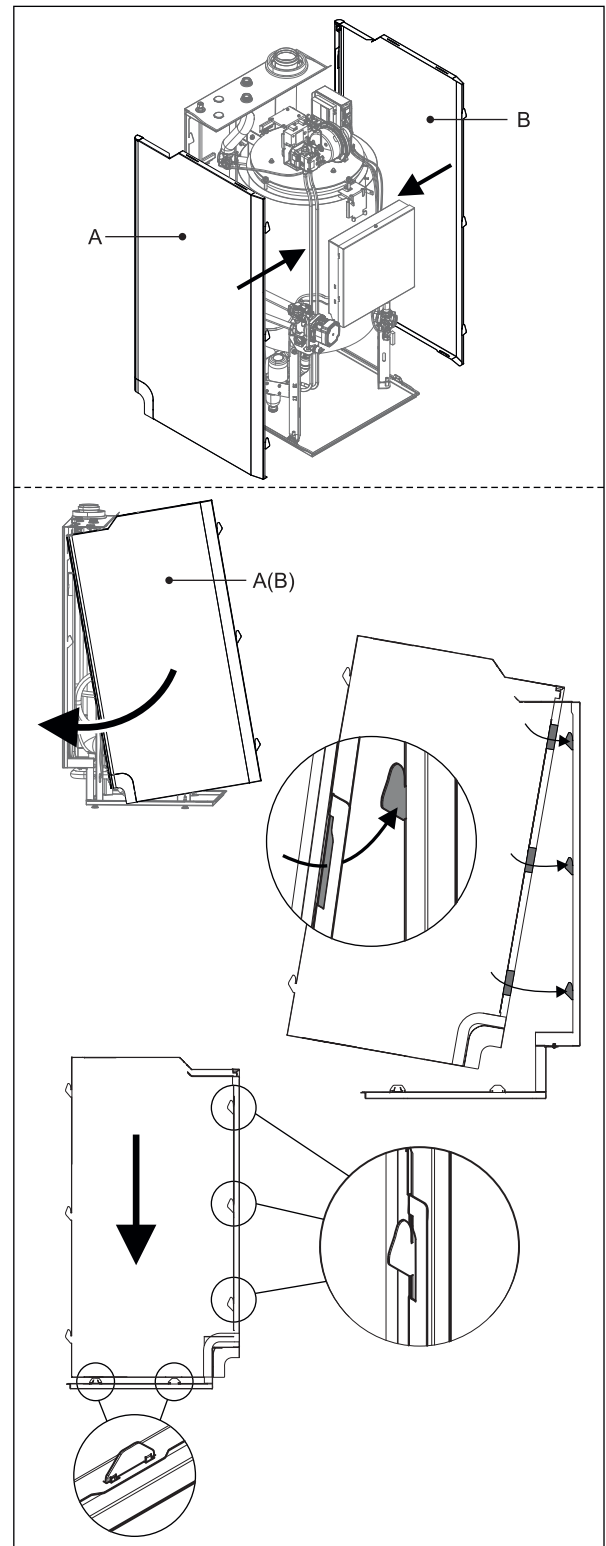
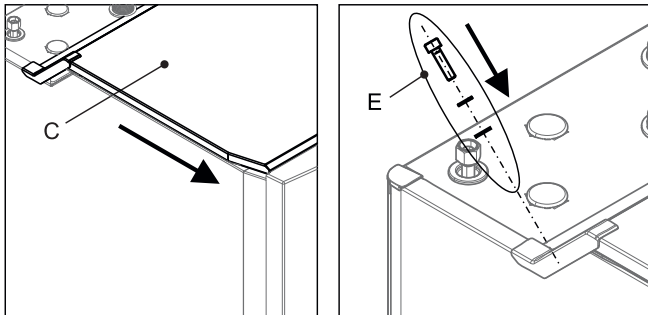

Bild 4-20 Kesselverkleidung montieren - Seitenblenden einsetzen⁽⁶⁾
Bild 4-26 Deckel festschrauben
- 1 Seitenblenden der Kesselverkleidung am A2 F einsetzen (Bild 4-20).
Tab. 4-13 Legende zu Bild 4-20 bis Bild 4-26